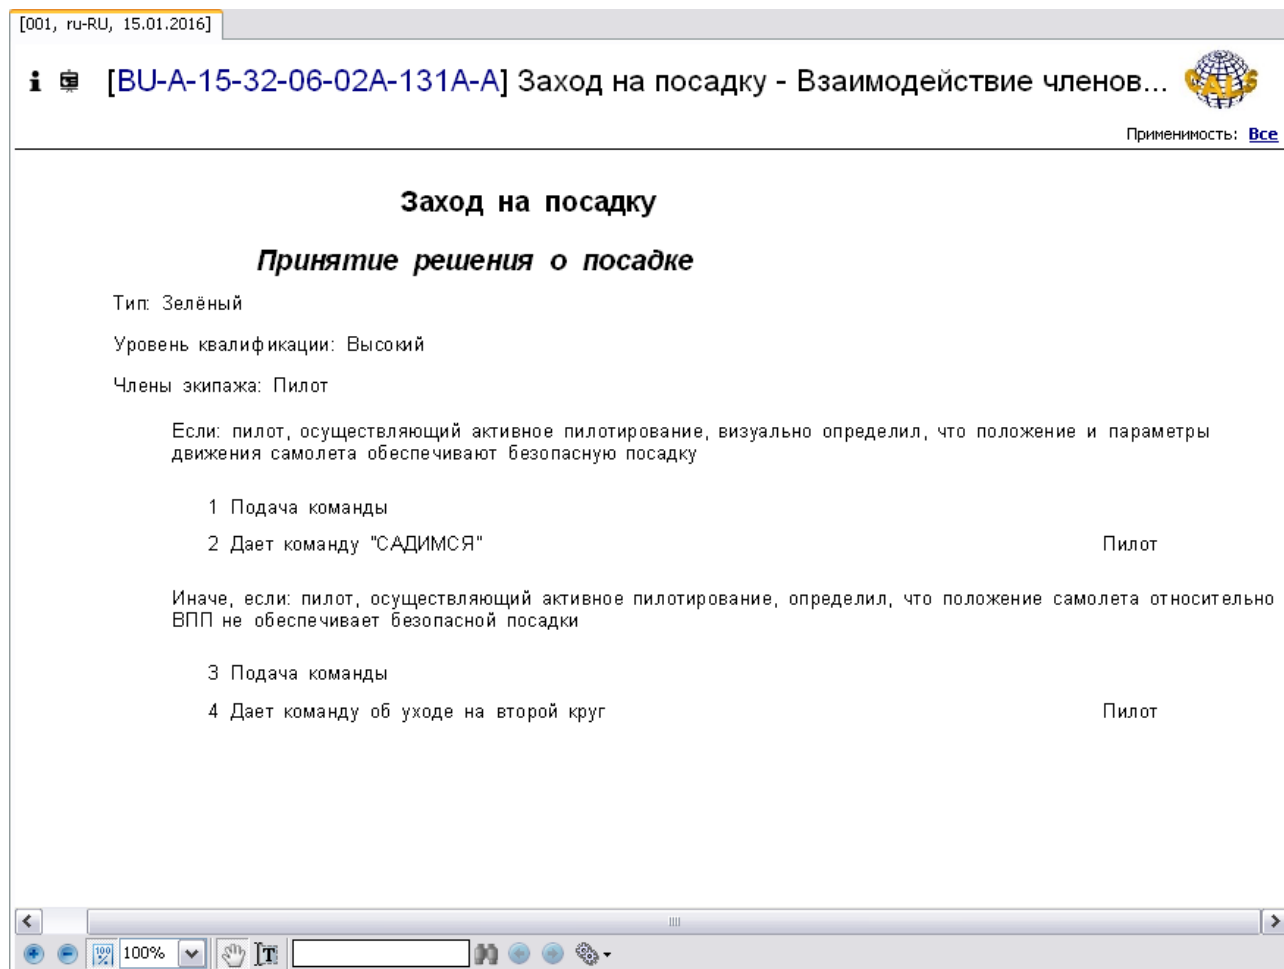

Рис. 13.40
5. В левом окне на вкладке **Структура** найдите название модуля данных карты проверки и щелкните по нему левой кнопкой мыши. В правом окне появится содержимое модуля данных (Рис. 13.40).